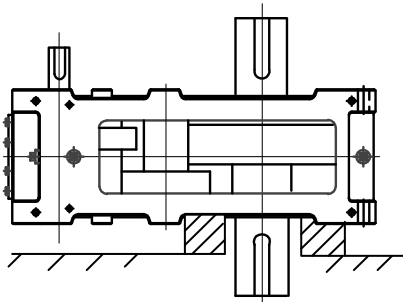

Fig. A-5. Orientación de la carcasa
- Coloque la carcasa en posición vertical (vea la Fig. A-5).